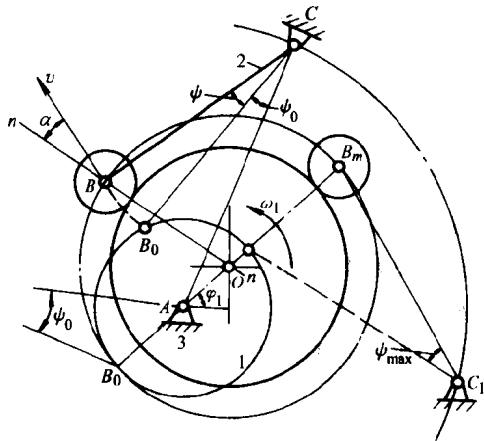

图 9
8. 解 (1) 图示位置压力角 α 及摆角 ψ 如图 9 所示。
(2) ψ_{\max} 如图 9 所示。
(3) 当 $\alpha > [\alpha]$ 时, 推动摆杆运动的有效分力下降, 机械效率降低, 甚至发生自锁。可通过增大基圆半径的方法减小压力角。